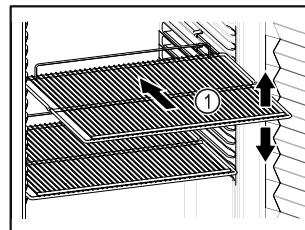

Fig. 38
- Ha a tároló rácsok Fig. 38 (1) áthelyezhetők, akkor igazítsa be őket a kívánt magasságnak megfelelően.